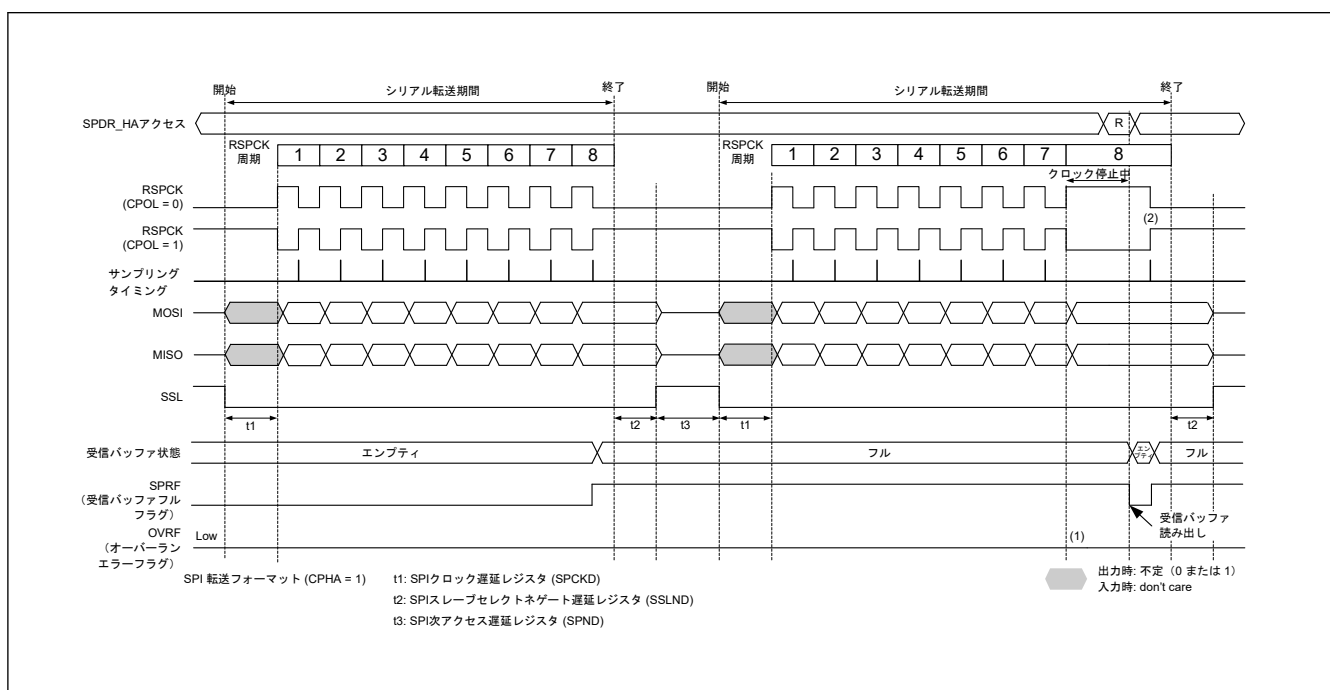
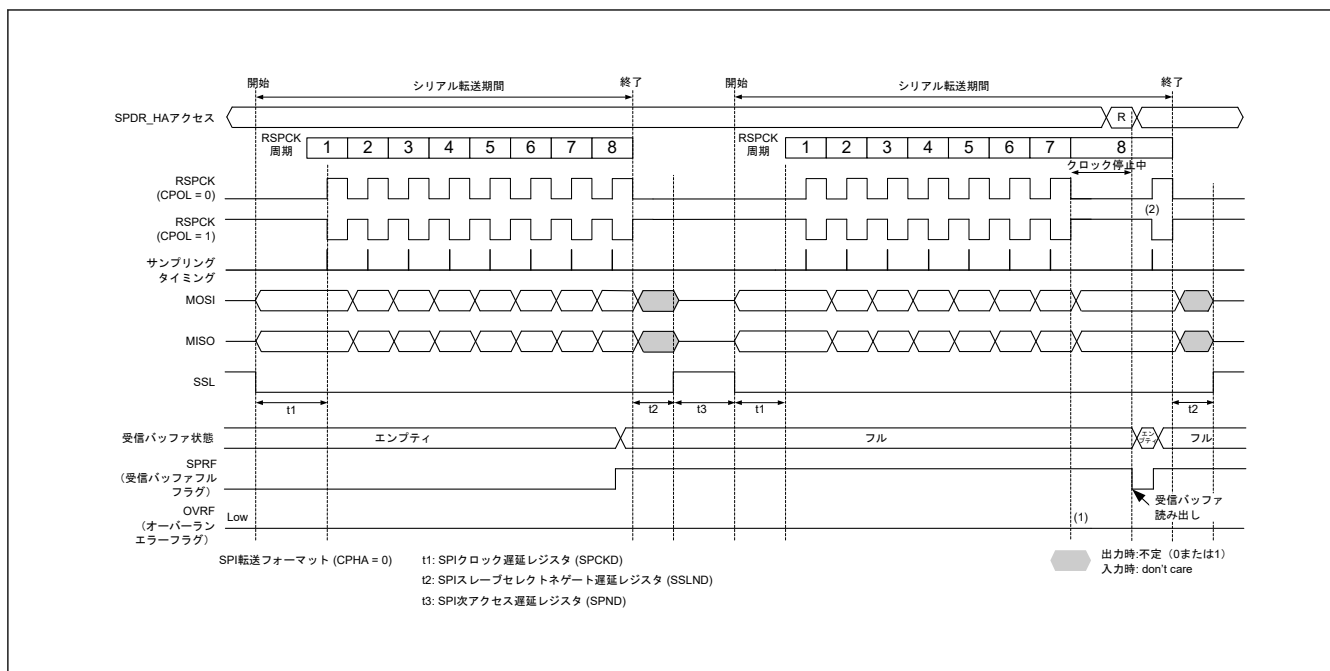

図 26.28 マスタモードの受信バッファフル状態でシリアル転送が継続するときのクロック停止波形 (SPCMDm.CPHA = 1)
図 26.29 マスタモードの受信バッファフル状態でシリアル転送が継続するときのクロック停止波形 (SPCMDm.CPHA = 0)
マスタモードで RSPCK 自動停止機能を有効 (SPCR2.SCKASE = 1) にした場合は、オーバーランエラーが発生しません。図 26.28、図 26.29 にマスタモードの受信バッファフル状態でシリアル転送が継続するときのクロック停止波形を示します。
以下に、図 26.28 および図 26.29 の (1)、(2) に示したタイミングでのフラグ動作を説明します。